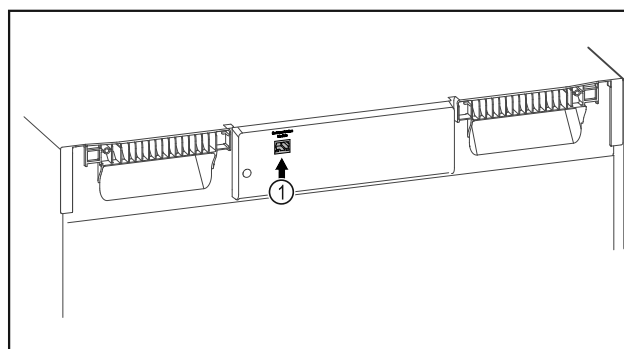

Fig. 78
- ☐ A SmartModule Fig. 78 (1) be van helyezve.